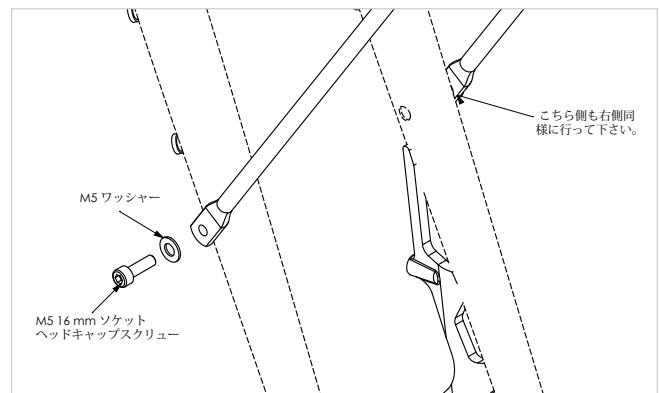

図 6
- 付属の穴空きアロイブロックを 50mmボルト、 M6ワッシャ2枚、M6ナット(図6)を使ってフォークに固定します。最後まで完全に締め込むことのないようにしてください。
- ラックのストラット部分を緩め、フォーク中ほどでの取り付け穴に沿うようにし、M5 x 16mmネジとM5ワッシャで固定します。最後まで完全に締め込むことの無いようにしてください(図6)。